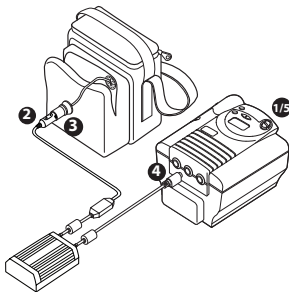

Figura 4: Conexão do adaptador de energia CC
2. Conecte o adaptador automotivo na extremidade do cabo de entrada do adaptador de energia CC. Consulte a Figura 4.